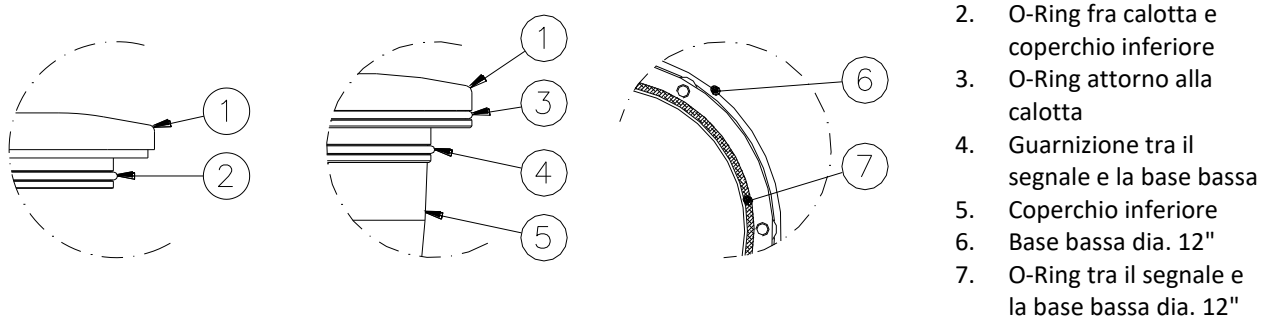

Figura 28– Guarnizioni del segnale
- guarnizioni prisma montate tra calotta e prisma (Figura 28 - n°2).